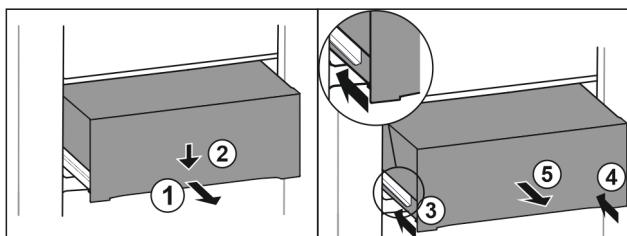

Fig. 91
- Изтеглете чекмеджето наполовина. Fig. 91 (1)
- Натиснете надолу чекмеджето от предната страна. Fig. 91 (2)
- Вкарайте лявата релса приблизително 2 см навътре. Fig. 91 (3)
- Вкарайте дясната релса приблизително 2 см навътре. Fig. 91 (4)
- Извадете чекмеджето напред. Fig. 91 (5)